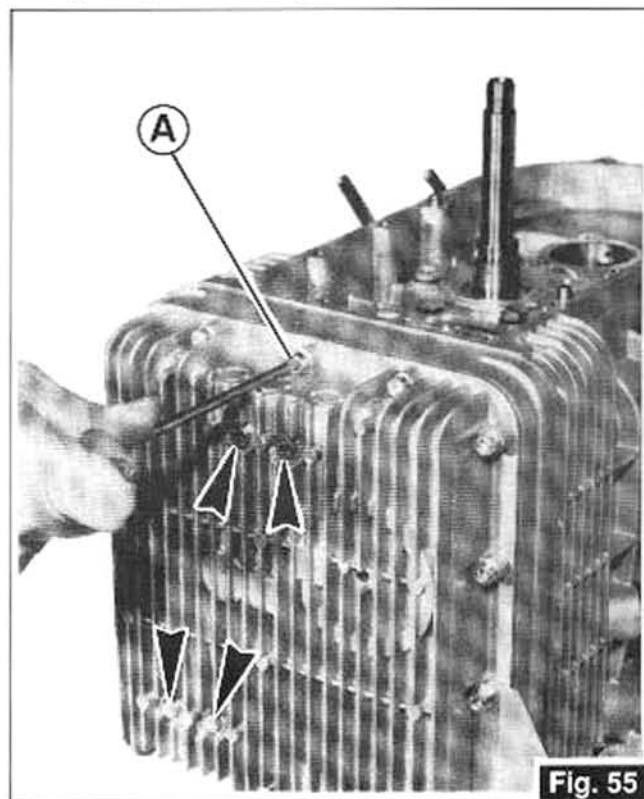

Fig. 55
- Desserrez les 14 vis périphériques «A» de fixation boîte à huile au carter, après avoir ôté les 4 vis d'accouplement des conduites intérieures marquées par les flèches (Fig. 55).
- Die 14 umliegenden Befestigungsschrauben «A» der Unterwanne aufschrauben, nachdem man die 4 Passschrauben der inneren von den Pfeilen (Abb. 55) angezeigten Zuleitungen abgenommen hat.